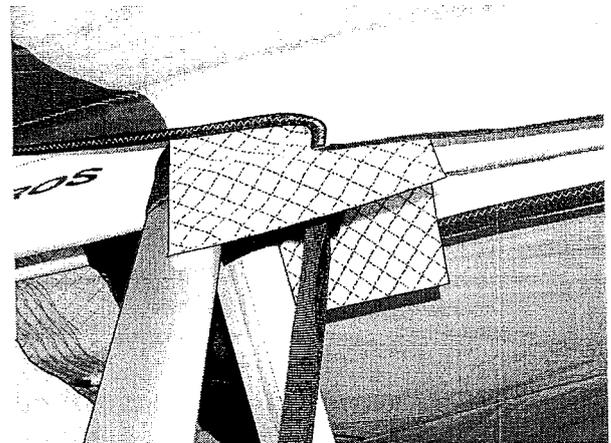

Abb.23
4. Machen Sie den Zentral-Reißverschluss am Untersegel auf und nehmen sie die auf Segel genähten Schutzkissen aus dem Doppelsegel heraus, so dass Sie den Kontakt des Segels mit den Trapezbolzen verhindern.(Abb.23).